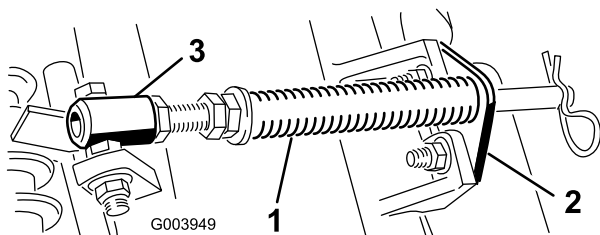

**Bild 5**
- A. Nehmen Sie die zwei Schlossschrauben und Muttern ab, mit denen die Stangenhalterung an den Laschen des Mähwerks befestigt ist (Bild 5).
- B. Nehmen Sie die Bundmutter ab, mit denen die Schraube des Federrohrs an der Trägerrahmenlasche befestigt ist (Bild 5). Nehmen Sie das Bauteil ab.